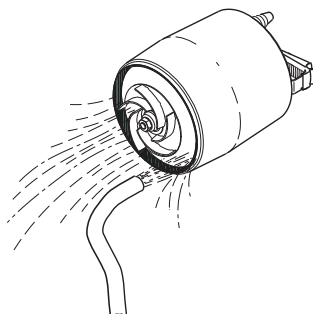

Fig. 12 Spolning av pumpen
4. Rengör och spola pumpen för att avlägsna eventuella föroreningar mellan motor och pumphölje. Rensa pumphjulet. Se fig. 12.